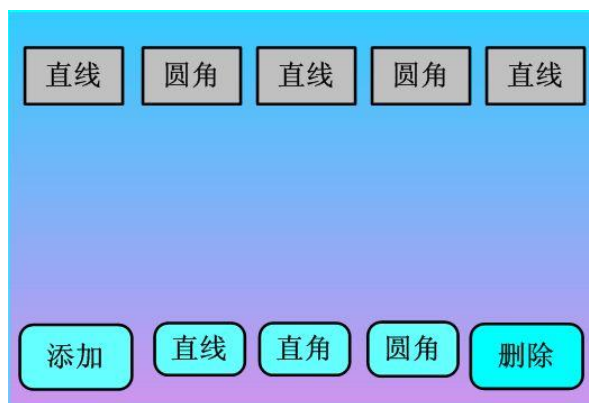
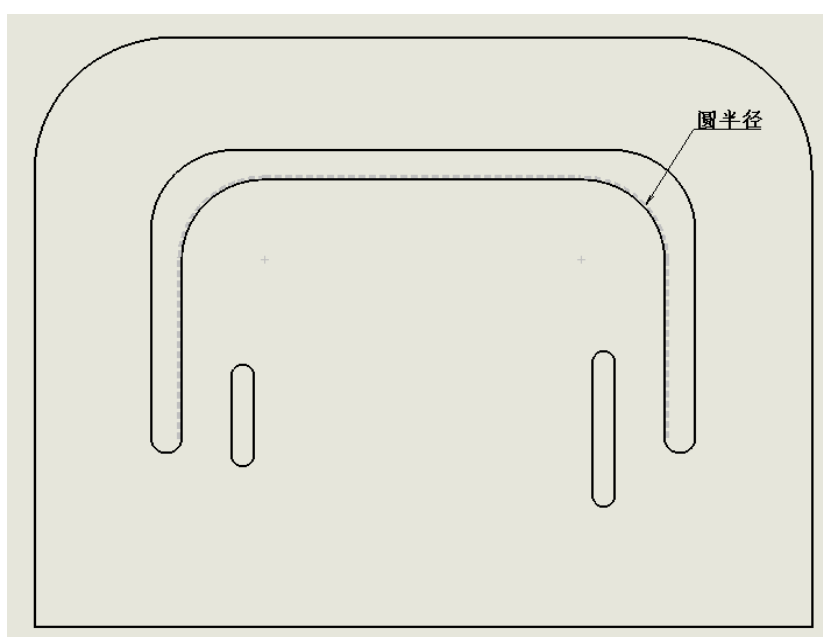
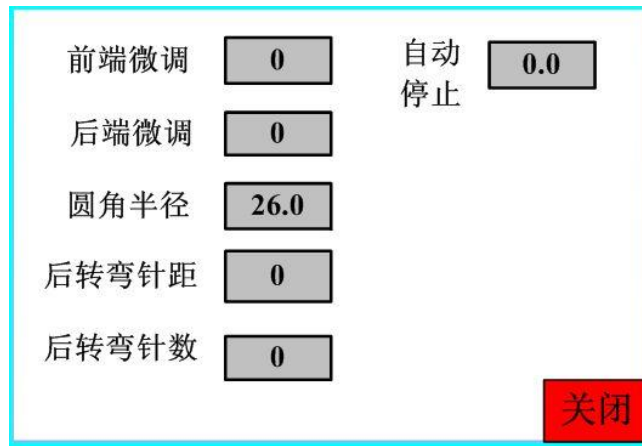

图 5
图 6
图 7
③:编辑圆角袖口模板:图 5 对应图 6, 编辑方法同上面;
17. 点击图 5 上的**圆角**键会跳出另一画面, 如图 7 所示:圆角半径, 按左边数字按钮会跳出可以输入的数字键盘, 输入您现在模板的圆角半径是多少(可输入值为 0-100mm), 输入好后按 **ENT** 键保存并返回图 7 画面, 再按**关闭**键加主页面。
18. 图 7 说明:
①:前端微调:表示在特殊情况机器缝纫到前端角时,针距长度与直线端和圆角端针距都不一样时使用,针距比直线长了前端微调值要增加,针距比直线短了前端微调值要减少,调节方法;按左边数字按钮会跳出可以输入的数字键盘,输入好后按 ENT 键保存并返回图 7 画面,可输入值为-3 至 10 针。
②:后端微调:表示在特殊情况机器缝纫到后端角时,针距长度与直线端和圆角端针距都不一样时使用,针距比直线长了前端微调值要减少,针距比直线短了前端微调值要增加,调节方法;按左边数字按钮会跳出可以输入的数字键盘,输入好后按 ENT 键保存并返回图 7 画面,可输入值为 0 至 10 针。
③:圆角半径:前面也讲了,在做圆角时此参数非常重要,一定要输入你当前使用的模板圆角半径大小,否则针距会不一样的,按左边数字按钮会跳出可以输入的数字键盘,输入你现在模板的圆角半径是多少,输入好后按 ENT 键保存并返回图 7 画面,可输入值为 0-100.0mm。
④:后直角转弯针距:表示在做直角模板时,转完直角后变直线缝纫时直线的前面几针针距很密时使用,增加值可以加长密的几针;按左边数字按钮会跳出可以输入的数字键盘,输入好后按 ENT 键保存并返回图 7 画面,可输入值为 0-3.0mm。
⑤:后直角转弯针数:表于在做特殊直角模板时,需要使用后直角转弯针距时必须设置针数,否则后直角转弯针距的值无效;按左边数字按钮会跳出可以输入的数字键盘,输入好后按 ENT 键保存并返回图 7 画面,可输入值为 0-10 针。
⑥:自动停止:表示在做特殊模板时无法自动结束,可以使用该功能来做自动结束,输入值计算从最后一个直线的前端到结尾时测量出长度要缝纫多少毫米,直接输入多少毫米就行了;按左边数字按钮会跳出可以输入的数字键盘,输入好后按 **ENT** 键保存并返回图 7 画面,可输入值为 0-1000.0mm